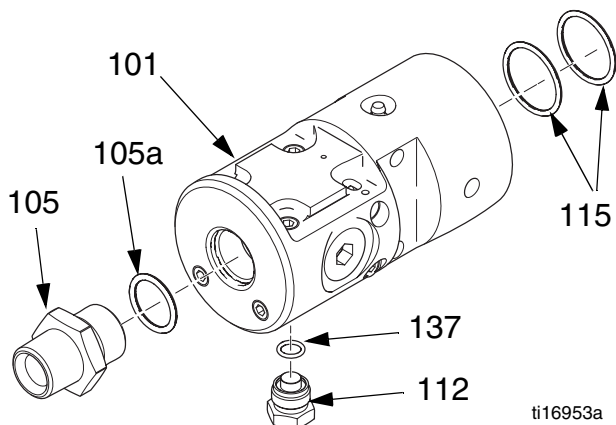

FIG. 7
8. Installera o-ring (119) på luftkåpan (104). Fäst luftkåpan på lufthuset (102). Dra åt till 30 ft-lbs (41 N•m).
9. Montera två nya o-ringar (115) i pumphuset. Lägg på fett. Se FIG. 7.
10. Montera en ny o-ring (137) och återmontera pluggen (112).
11. Montera en ny o-ring (105a) och återmontera utloppsfästet (105). Dra åt till 30 ft-lbs (41 N•m).